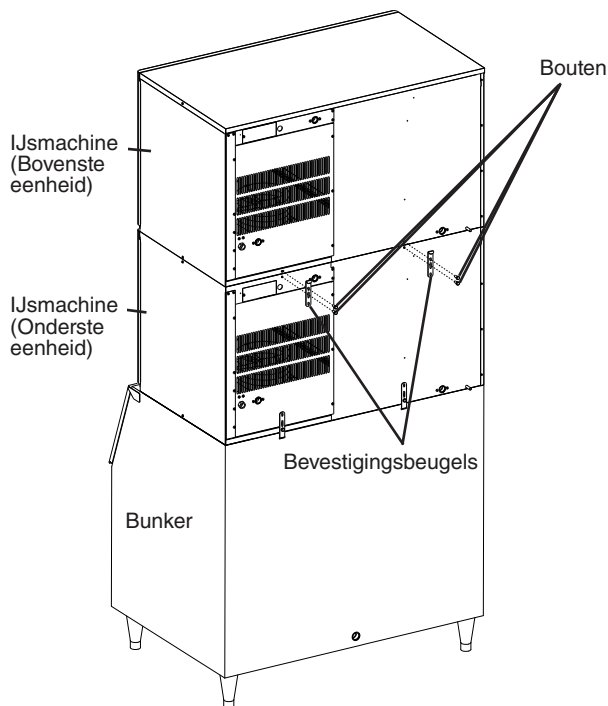

Afbeelding 4
- c. Gebruik de duimschroef die u in de vorige stap hebt verwijderd en de duimschroef in het zakje met accessoires om de bunkerbesturingseenheid aan de onderkant van de ijsmachine te bevestigen. Zie afbeelding 4.